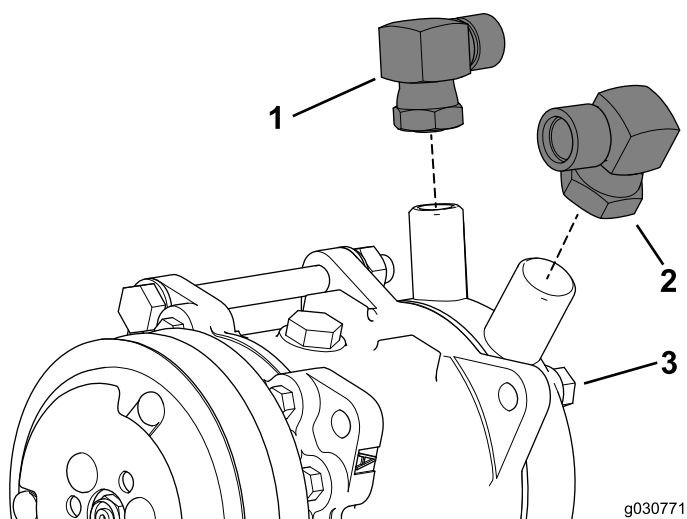

Figura 41
1. Instale el acoplamiento de 90° (7/8") en el orificio de baja presión o aspiración de la bomba del aire acondicionado (Figura 41).
3. Instale el acoplamiento de 90° (3/4") en el orificio de alta presión o descarga de la bomba del aire acondicionado (Figura 41).